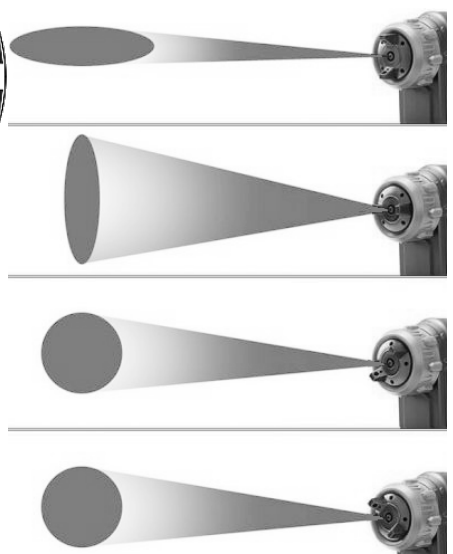

Рисунок 3
4.6 Регулятором орієнтації та форми факелу (2) оберіть необхідне положення (дивіться рисунок 3).